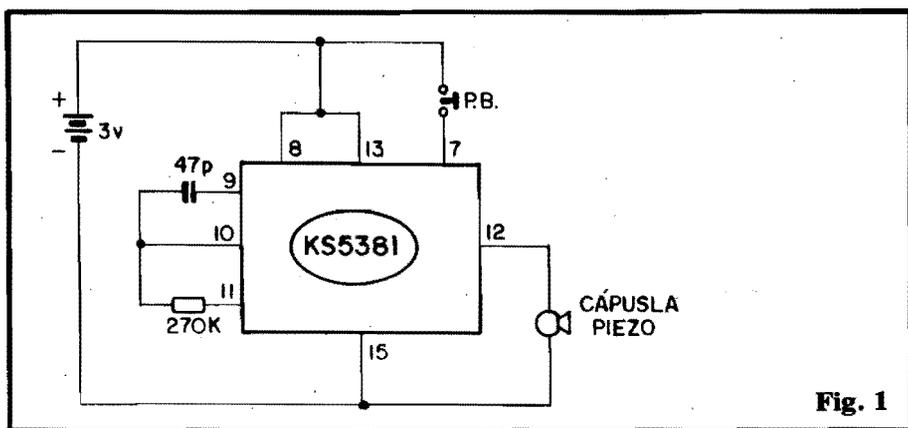
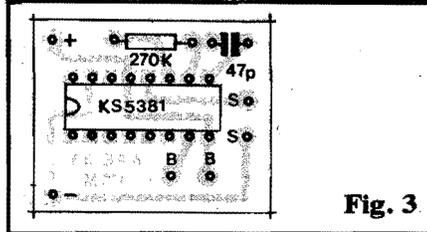
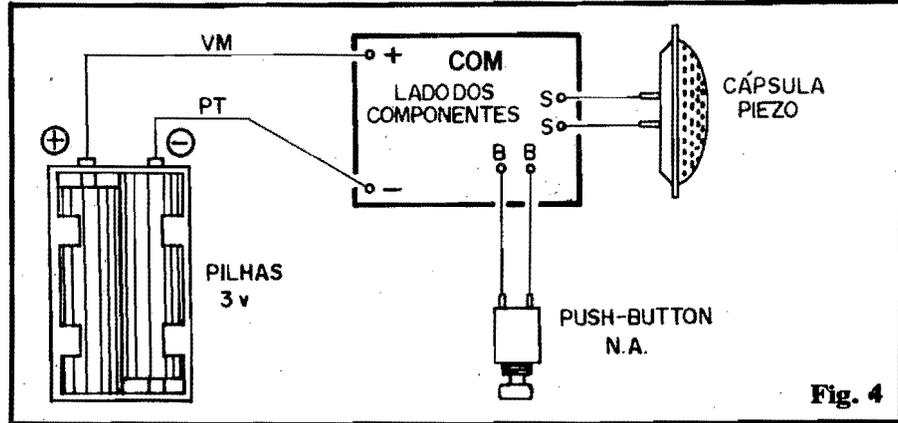
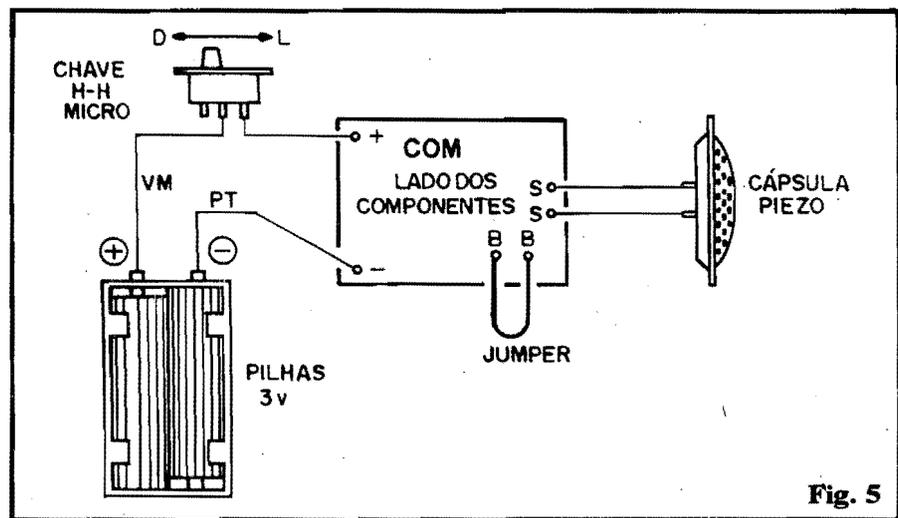

Fig. 1
Fig. 3
Fig. 4
Fig. 5
Vamos por partes, Jorge... Pra começar, a falha que Você descobriu realmente existe (aproveitamos para agradecer pela colaboração, e pedir desculpas à Turma, pelo "escorregão"...). Notem que o "esquema" (pág. 33 - fig. 1 - APE 29) está correto, e o lapso encontra-se unicamente no "chapeado" (pág. 36 - fig. 4). O que ocorreu foi uma "troca simples" na notação dos valores dos tais re-
sistores (o de 2M2 saiu marcado como "150K" e o de 150K foi marcado como "2M2"...). Não é necessária a utilização de nenhum jumper ou artifício "extra-placa", para a correção das montagens eventualmente já realizadas: basta - conforme ilustra a fig. A do presente CORREIO (que re-publica a fig. 4 da referida montagem...) "desinverter" as posições dos tais resistores, agora mostrados em suas localizações certas, indicadas pelas setas! Pedimos a todos os Leitores/Hobbystas que anotem essa correção nos seus exemplares de APE nº 29, para que tudo fique "nos conformes"... Agora, analisando o "comportamento" da sua montagem, Jorge: acreditamos que a não "piscagem" do seu display devia-se unicamente ao fato da oscilação no 4060, ter estado ou bloqueada (pela inversão dos valores dos citados resistores...) ou muito lenta (pela brutal alteração na sua constante de tempo, devido também à inversão de tais valores resistivos...). Não é "normal" que algum defeito de componente leve ao simples não acendimento do display das horas (salvo se ambos os 4017 desse setor estejam inutilizados...). O mais provável é um problema de contato, "curto", fio partido, etc., na conexão entre placas (notadamente no "ramo" K da barra de inter-conexão, observe...). Note, ainda, Jorge, que todos os catodos, de todos os 24 LEDs devem estar eletricamente interligados, através do cobreado da placa um ponto que pode induzir a erro é aquela pequenina ligação entre os catodos dos LEDs de hora e minuto em cada divisão angular do display (exemplo: o catodo do LED de "12 horas" com o catodo do LED de "0 minutos"...). Se tais interconexões não tiverem sido feitas, o círculo interno (horas) ficará permanentemente não energizado... Ressalvadas essas duas possibilidades, testar o único componente cujo "estado" pode, eventualmente, inibir a "piscagem" dos LEDs (sejam os de minutos, sejam dos de horas...) que é o transistor BC548 localizado no centro da lateral menor direita da placa (ver no "chapeado" - fig. 4). Se tal transistor estiver invertido ou defeituoso, a "não piscagem" está explicada... De resto, o circuito é plenamente funcional, e o nosso protótipo está aqui, no Laboratório de APE, funcionando continuamente desde junho/91, sem problemas! A propósito, Jorge, Você se esqueceu de nos dar uma importante "pista", que facilitaria bastante nosso diagnóstico "à distância": se o botão de "acerto" está ou não operando correta-
Pra Você ver, Ronnie, que aquilo que sempre dizemos ("simples é melhor") não é balela...! Arranjos extremamente "enxugados" costumam - em aplicações não sofisticadas - dar excelentes resultados práticos! O DEMP é um exemplo "vivo"... Pode montar, tranquilo, que vai funcionar direitinho (Você já viu a montagem do seu amigo, não é...?). Agora, quanto às modificações que Você pretende, experimente as sugestões relacionadas na fig. C (compare com o "esquema" original, fig. 1 - pág. 38 - APE nº 30). Pode, sim, mudar a alimentação para 9V, sem problemas em usar a pequena bateria, já que o consumo médio de Corrente é baixo, em qualquer caso... Conforme mostra o asterisco dentro de um pequeno círculo, altere o valor do resistor original de 100K para 150K (apenas para prevenir "sobrepolarização" no transistor...). Se isso gerar um "abaixamento" muito sensível na frequência do sinal audível emitido, "compense" a constante de tempo, diminuindo o valor original do capacitor (470n) para 390n... Para substituir o alto-falante, a primeira providência será oferecer ao circuito uma "carga falsa" equivalente, o que pode ser feito pela inserção de um resistor de 12R (asterisco dentro de um quadradinho) simplesmente "no lugar" do tal alto-falante... A ligação de uma cápsula transdutora piezo (cristal) poderá ser, então, tentada em dois lugares: ou entre os pontos A-A (ver ligação em linhas tracejadas, na figura) ou entre os pontos B-B (também diagramado na figura, em linhas tracejadas...). Adote a solução que melhor resultados "auditivos" der... Eventualmente, dependendo da impedância real da cápsula de cristal utilizada, talvez o melhor desempenho seja obtido colocando-se **em série** com o tal transdutor um capacitor (poliéster) de 10 a 100n (experimente, e fixe-se no valor que melhor resultado der...).
- **FIG. 1 - O CIRCUITO** - Tudo, mas **tudo mesmo**, da parte ativa do circuito, encontra-se "dentro" do Integrado KS5381, numa verdadeira obra prima da engenharia industrial que, atualmente, consegue enfiar uma manada de elefantes num... galinheiro! O KS5381 é apresentado em pinagem DIL (16 "pernas") convencional, sendo muitas as suas possibilidades de acesso e controle, a maioria das quais, entretanto, não vem ao caso para a montagem da "COM" (CAIXINHA DE 7 MÚSICAS). Aos pinos 9-10-11 devem ser acoplados, simplesmente, um resistor de 270K (valor recomendado pelo fabricante) e um capacitor
- **FIG. 3 - "CHAPEADO" BÁSICO** - Componentes sobre a placa (lado não cobreado) são apenas 3: o Integrado, o resistor e o capacitor! O único cuidado deve ser dedicado ao posicionamento do KS5381 (extremidade com a marquilha virada para a face que contém as entradas de alimentação "+" e "-"...). Quem "conseguir" errar a colocação das peças, será automaticamente classificado como "ANTA DE TÊNIS" (com sua permissão, Jaguar...) e expulso para todo o sempre do seio (épa!) da família Hobbysta... As ilhas periféricas codificadas destinam-se às conexões de alimentação, push-button (B-B) e saída para a cápsula piezo (S-S), ligações estas detalhadas na próxima figura...
- **FIG. 4 - CONEXÕES EXTERNAS À PLACA** - De novo a plaquinha é vista pelo seu lado não cobreado, agora com as ligações "do que fica fora"... Atenção à polaridade da alimentação, sempre codificada com as cores vermelho para o positivo e preto para o negativo. As conexões do push-button e da cápsula piezo são tão elementares que seria uma afronta aos Leitores ficar aqui dando detalhes... Lembrar apenas que os comprimentos da fiação devem ser compatíveis com a pretendida instalação ou utilização (as medidas dos fios devem - por razões estéticas e práticas - ser
sempre exatamente as necessárias, sem "sobras", mas - obviamente - também ser "carências"...). Note ainda que as conexões visualmente detalhadas na fig. 4 correspondem ao modo "UM TOQUE - UMA MÚSICA"... A outra possibilidade de modo tem seus detalhes de conexão externa à placa mostrados na próxima figura...
- **FIG. 5 - SEGUNDA OPÇÃO DE MODO** - Sem "nenhuma" modificação com relação ao "chapeado" básico (fig. 3), quem quiser um funcionamento no "segundo modo" (execução sequencial e ininterrupta das 7 melodias...) deve, simplesmente, substituir o push-button (ver fig. 4) por um jumper (pedaço de fio interligando os acessos B-B...) e intercalar, na linha do positivo (fio vermelho) da alimentação, um interruptor comum (pode ser uma chavinha H-H mini). Nessa disposição, acionando o interruptor o circuito "cantará" todas as músi-